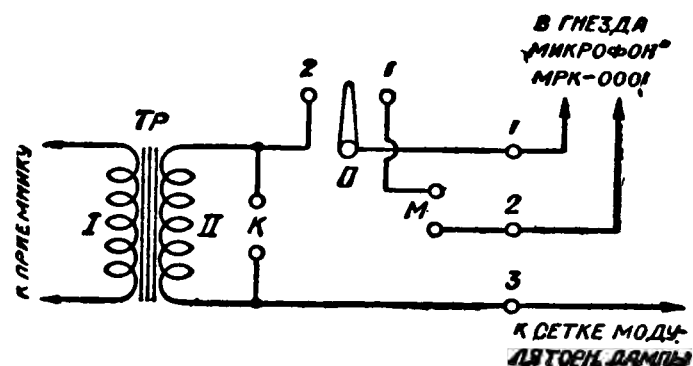

Рис. 1
Первичная обмотка трансформатора  $T_r$ , как видно из рис. 1, включается в выходные гнезда
**ОТВЕТ.** Схема трансформатора ЭЧС-2 приведена на рис. 1.